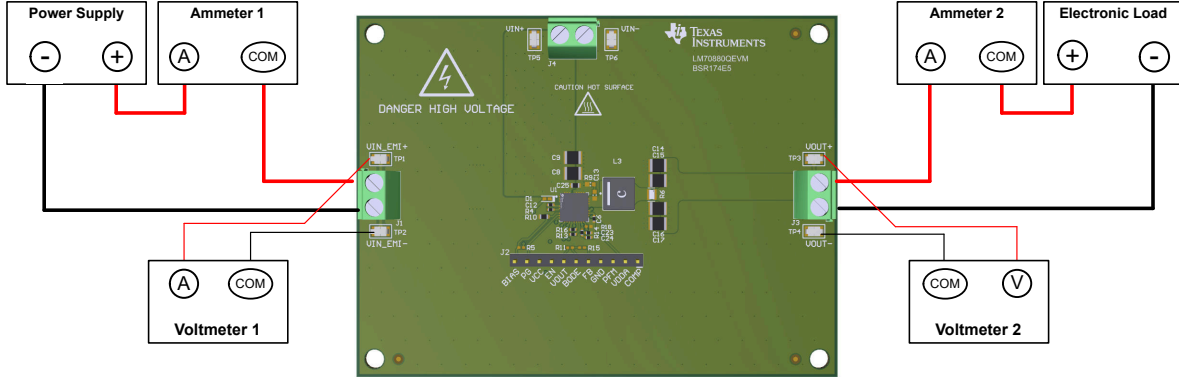

图 2-1. EVM 测试设置
参考表 2-1 所述的 EVM 连接，建议用于评估 LM70880-Q1 的测试装置如图 2-1 所示。在提供 ESD 保护的工作站上工作时，请确保在处理 EVM 之前已连接所有腕带、靴带或垫子以使用户接地。
1. 在连接直流输入源之前，将输入电源的电流限值设置为最大 0.1A。确认输入源最初设置为 0V 并连接到 VIN+ 和 VIN - 连接点，如图 2-1 所示。